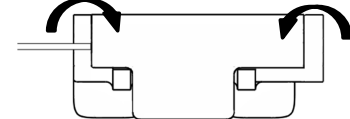

Figura 5. Blocco chiuso per completare il collegamento
4. Chiudere il blocco di connessione usando le maniglie delle flange per fissare l'elettrodo nel blocco. **Vedere la Figura 5**. I contatti della coda non devono mai essere esposti o non protetti.